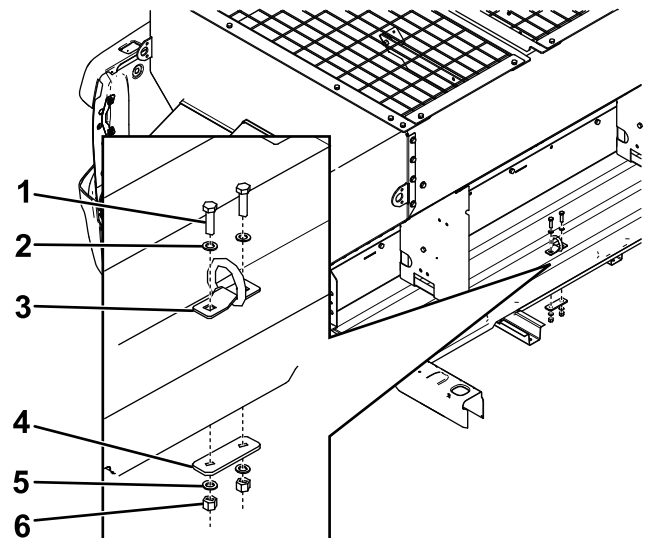

Bild 9
2. Montieren Sie die D-Ringe, wie in Bild 9 abgebildet, und ziehen Sie die Schrauben bis auf 28 Nm an.